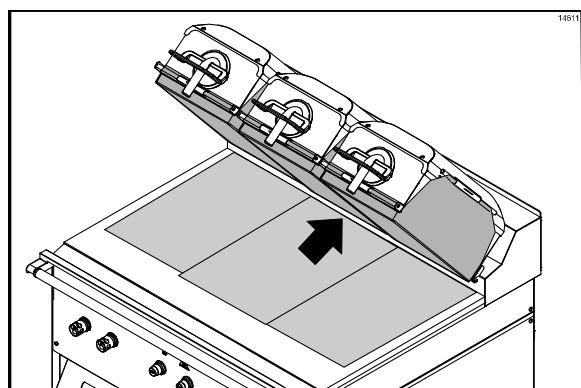

Figura 20
11. Alinhe a borda traseira da terceira folha antiaderente com a proteção contra respingos e parte central do grill. Essa folha irá se sobrepor às outras duas folhas. (Veja a Figura 20.)